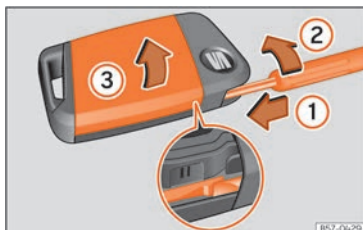

Fig. 46 Llave del vehículo: apertura de la tapa del compartimento para la pila.
- Introduzca un destornillador de hoja plana en la llave del vehículo, por la guía exterior de la llave de emergencia, aprox. 1 cm en el sentido de la flecha >>> **fig. 46 ①**.
- Gire el destornillador en el sentido de las agujas del reloj hasta que la tapa se abra >>> **fig. 46 ②**.
- Desplace la tapa en el sentido de la flecha >>> **fig. 46 ③** y retírela >>> ①.